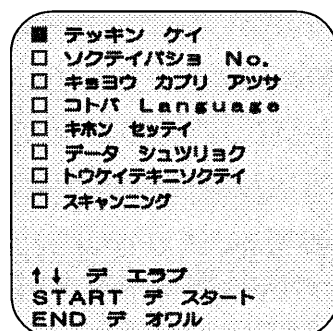

図4
- 設定の変更は、MENUキーを押してください。図4が表示されます。